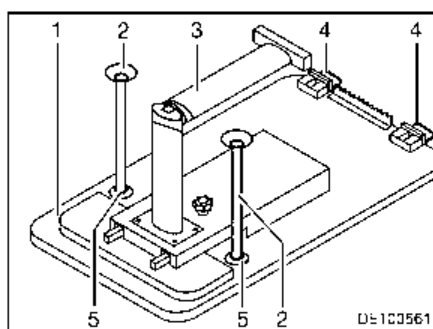

Fig. 80 Sommier de lit
- Soulever légèrement le plateau de table (Fig. 80,1) à l'avant.
- Déverrouiller le pied de table (Fig. 80,3) au niveau de l'articulation et le replier.
- Faire pivoter le plateau de table de 45° vers le haut et décrocher les fixations (Fig. 80,4) du rail de fixation supérieur.
- Suivant le modèle, enfoncer les deux pieds d'appui supplémentaires (Fig. 80,2) dans les fixations (Fig. 80,5) sur le dessous du plateau de table.